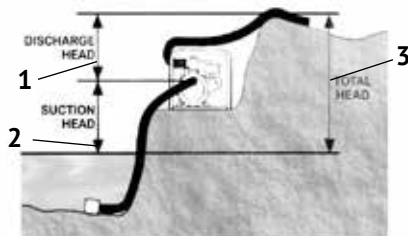

рис.4
3.3 Установка насоса см. рис.4